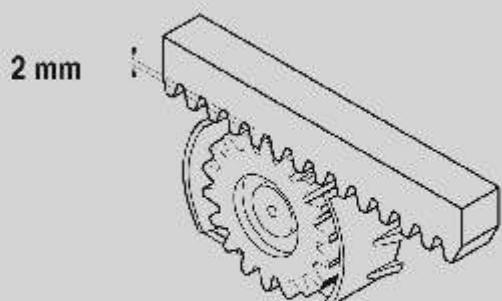

Fig. 6 / Abb. 6
- Das Gewicht des Tors darf den Ritzel nicht belasten; daher ist sicherzustellen, daß zwischen Ritzel und Zahnstange mindestens 2 mm Luft besteht; für kleine Anpassungen ist sich der 4 Sechskantlochschrauben zu bedienen (Abb. 6).
- Het gewicht van de poort mag nooit op het tandwielen drukken, u dient zich er dus van te verzekeren dat er tussen het tandwielen en de tandheugel minimaal 2 mm ruimte overblijft; maak voor kleine afstellingen gebruik van de 4 inbusschroeven (fig. 6).